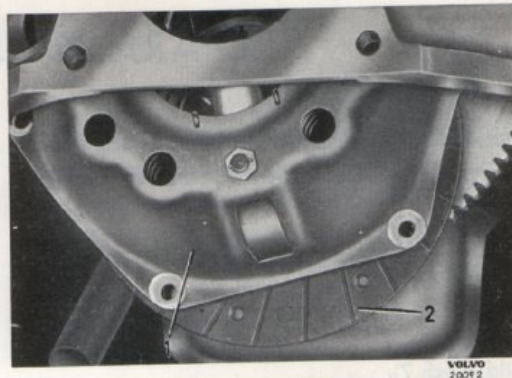

Bild 10. Demontering av koppling
7. De sex skruvarna som håller kopplingen vid svänghjulet lossas korsvis ett par varv i sänder, för att icke brytningar skall uppstå, samt borttages. Håll i kopplingen så att den icke faller i golvet. Kopplingen och lamellen kan nu tagas bort nedåt, bild 10.